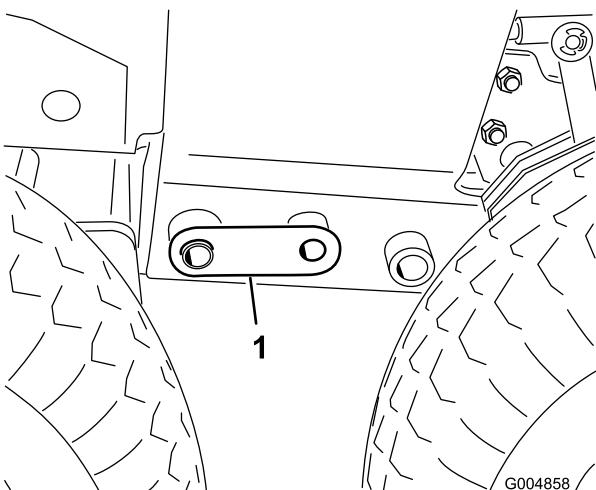

Figura 83
35. Togliete il cavalletto anteriore e abbassate la parte anteriore della macchina sugli pneumatici, fino a quando i perni dell'accoppiatore (Figura 83) non sono allentati a sufficienza per essere rimossi.